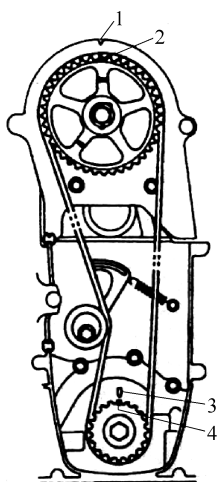

图 6-13 转动曲轴将
6) 关于正时带的安装,按照图 6-13 中所示来转动曲轴,将图中所示的四个正时标记对齐。